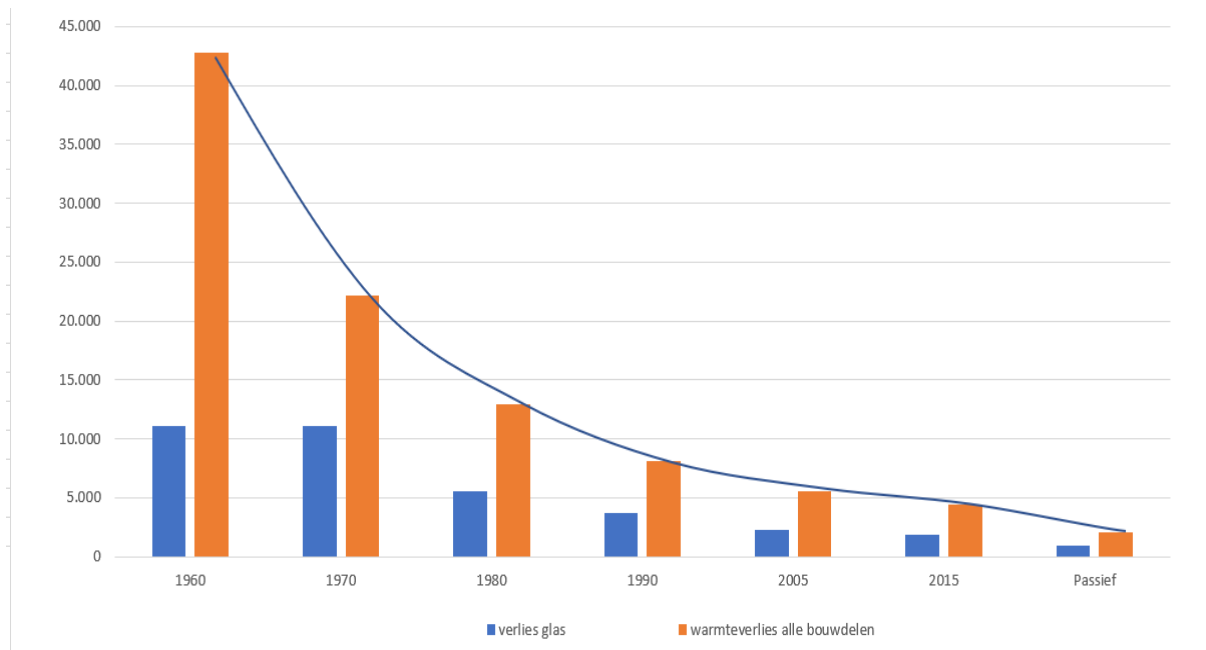

fig. 1. isolatieverliezen naar bouwjaar van woningen vanaf 1960 tot 2030
- B. en het glas en staat van ramen en deuren (zie fig.1)